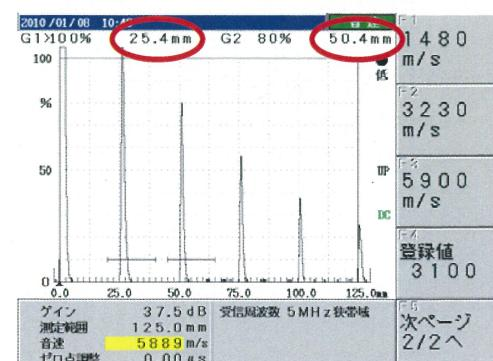

図5 測定範囲の調整
- ② **TUV** キーを押すとFキーの表示が図5の右側のよう
を図5のように表示させる。
25.0mmになるように調整する。（図5参照）